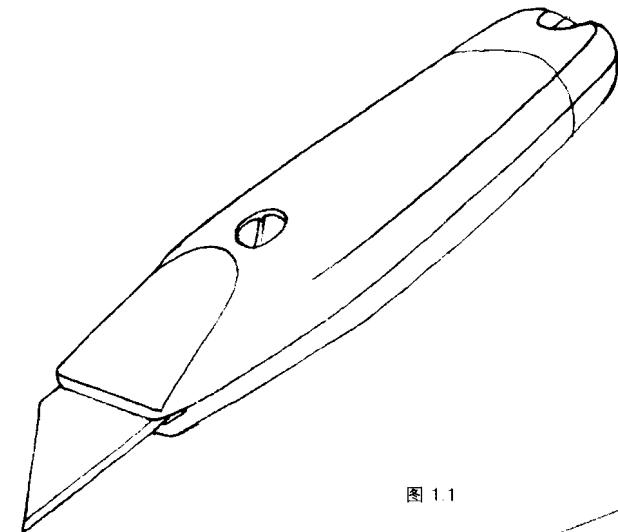

图 1.1
- 通用刀（左页图1.1） 一把带有舒适、强韧的刀柄的重型刀。金属的刀柄要比塑料的好得多，因为它们比较不容易损坏，可以更长时间的使用。这种刀的刀片两端的刃都可使用。替换的刀片储存在刀柄内。